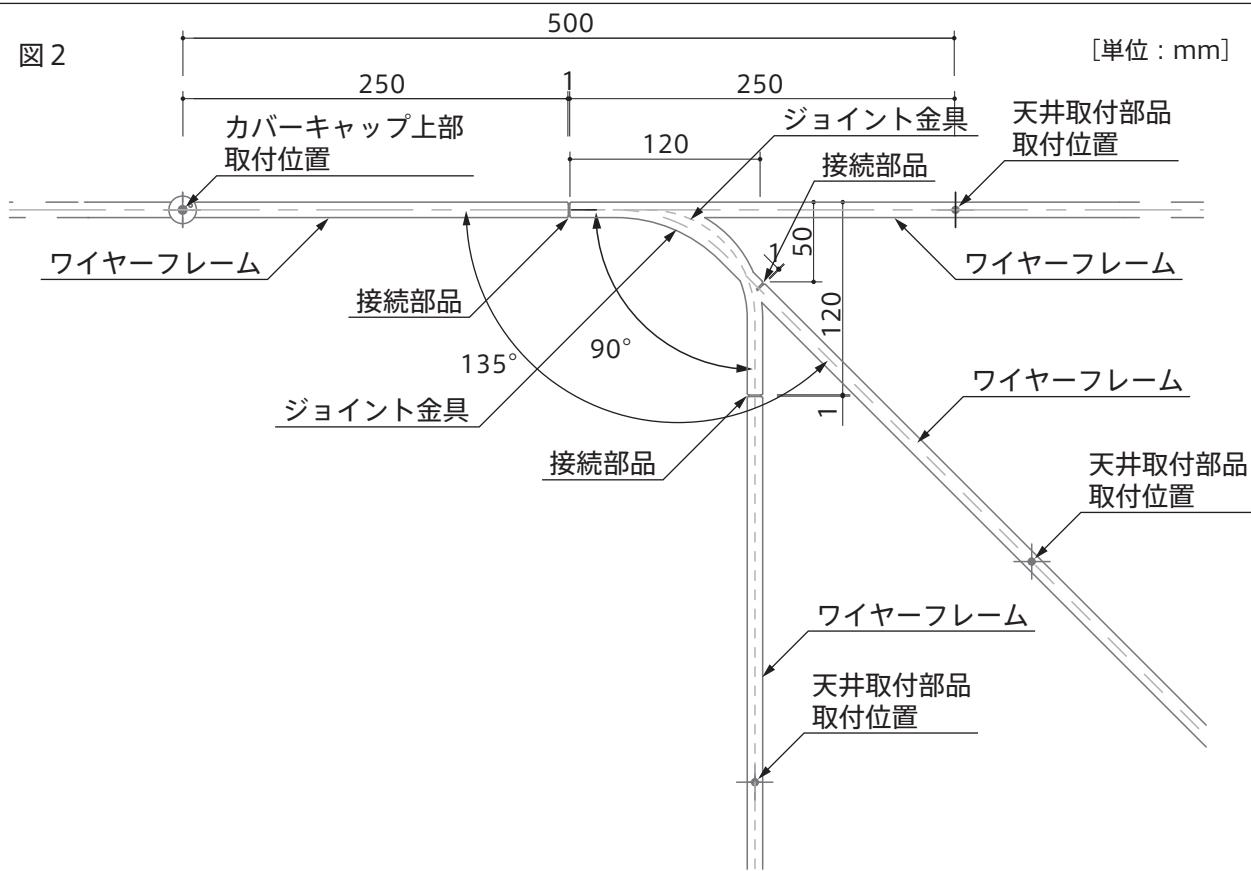

図3
- ワイヤーフレームに接続部品を差し込んで端から連結していきます。 (図3)
- ※ 角度をつけて連結する場合、ジョイント金具の接続部が付いていない側は、SFHL - HERACLEUM - EL に同梱の接続部品を使用して連結してください。 (図3、図4)